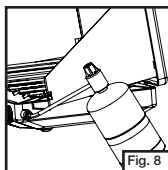

Fig. 8
- El cilindro de propano correctamente instalado. (Fig. 8)